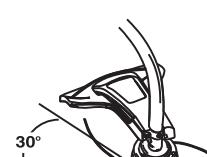

Fig. 11
Tournez entièrement l'appareil de manière à ce que l'accessoire de coupe soit à un angle de 30° par rapport au sol (Fig. 11).
7. Remettez le couvercle du filtre à air en place. Insérer les crochets sur le boîtier du filtre à air en fonction des encoches de son couvercle (Fig. 11).
8. Basculez le couvercle du filtre à air vers la droite et alignez la vis du couvercle avec le trou de la vis (Fig. 11). Serrez la vis du couvercle, de manière à immobiliser le couvercle du filtre à air.